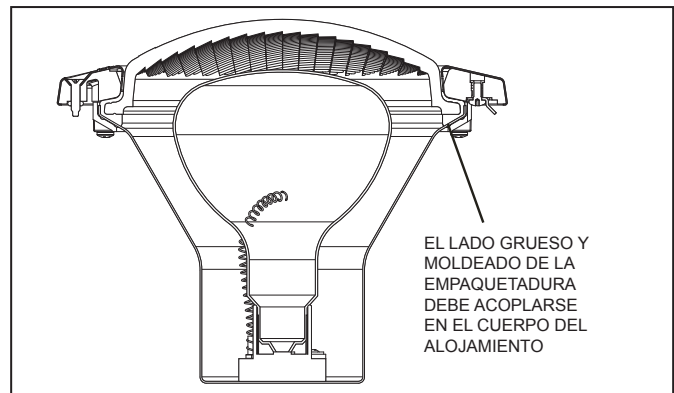

Figura 11. Plano transversal de la luz blanca Jandy para piscinas
- b. Mientras sostiene la luz hacia arriba, coloque el lente de vidrio con la empaquetadura encima de la luz. Tenga en cuenta que la empaquetadura del lente no tiene forma simétrica. Por eso, se debe instalar correctamente de manera que el lente quede sellado en el compartimento de la luz. Coloque la empaquetadura sobre el lente de manera que el lado grueso de la empaquetadura se acople al compartimento durante la instalación del lente. Véase Figura 11.